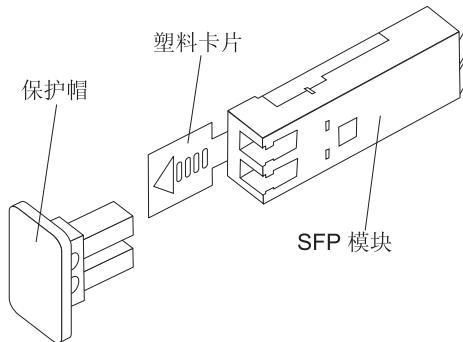

图 26. SFP 模块和保护帽
2. 请如第 48 页的图 26 中所示，从 SFP 模块卸下保护帽。请保管好保护帽以供将来使用。
2. 如果有必要, 如第 48 页的图 26 中所示, 从 SFP 模块上取下保护帽。请保管好保护帽以供将来使用。